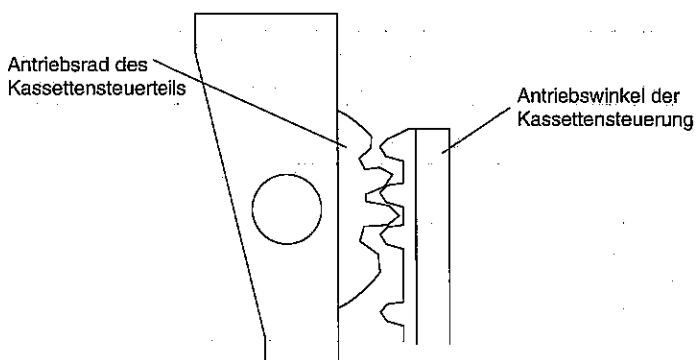

Abbildung 4-2.
1. Vor dem Einbau des Steuerteils einen Kurzschluß zwischen TP5005 und TP5006 herstellen. Beide befinden sich auf der linken Seite der Hauptplatine. Netzstecker anschließen. Das Antriebsrad des Kassettensteuerteils bewegt sich und stoppt genau an dem Punkt, an dem das große Zahnrad im Fenster des Laufwerkchassis erscheint. Zahn 2 des Kassettensteuerzahnrades mit Zahn 3 des Antriebswinkels der Kassettensteuerung ausrichten, wie in Abb. 4-2 dargestellt. Damit wird das Kassettensteuerteil in seine korrekte Position auf dem Laufwerkchassis geführt.